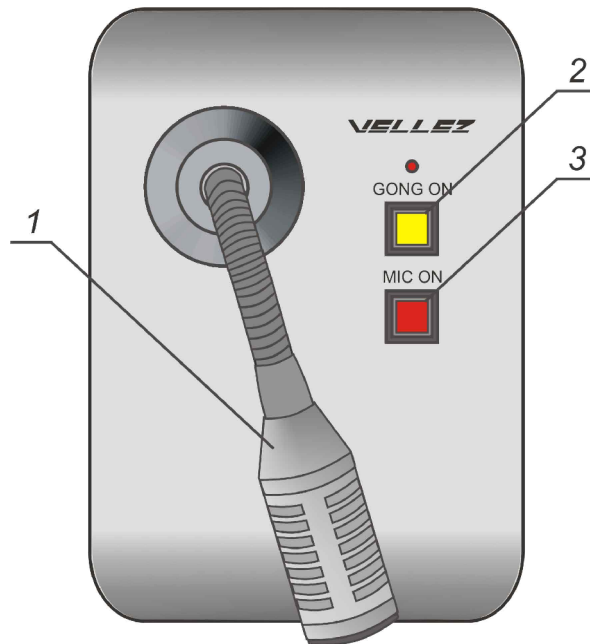

Рисунок 4
8.3 Размещение органов управления на пульте микрофонном ПМЗ-01 приведено на рис. 4.